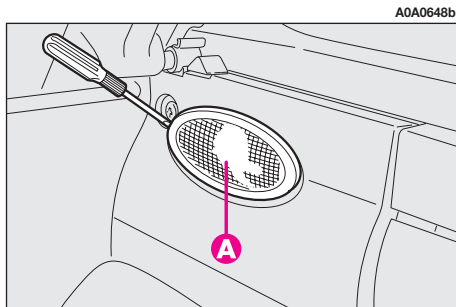

fig. 47
- estrarre la plafoniera (**A-fig. 47**) facendo leva nel punto indicato;